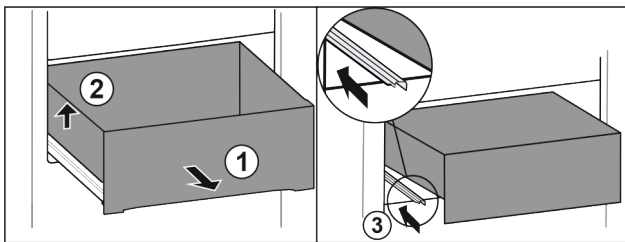

Fig. 21
- ▶ Tirer le tiroir jusqu'en butée. Fig. 21 (1)
- ▶ Soulever le tiroir sur la gauche. Fig. 21 (2)
- ▶ Rentrer le rail de gauche. Fig. 21 (3)